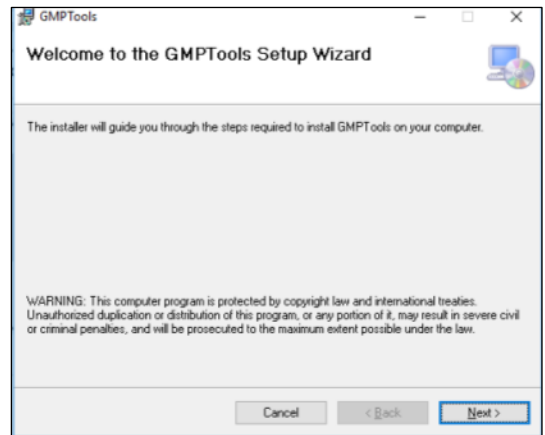

Fig. 2.5
- Acepte los permisos que solicite el ordenador y, a continuación, aparecerá la pantalla del asistente de instalación (Fig. 2.5).